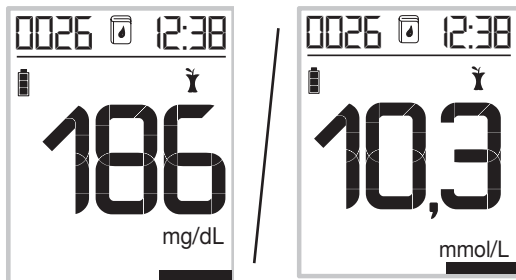
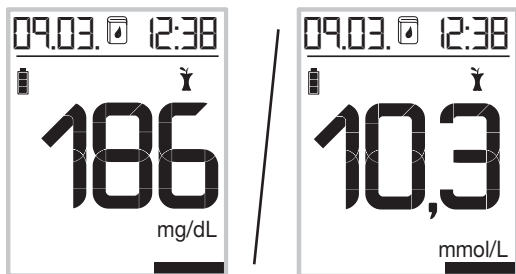

Bild 1
Bild 2
- 2 Der hinterlegte Messwert mit Messeinheit, Uhrzeit,  und evtl. vorhandener Messwert-Markierung wird zusammen mit der Speicherplatznummer kurz angezeigt (Bild 1). Danach wird die Anzeige der Speicherplatznummer durch das Datum ersetzt (Bild 2).